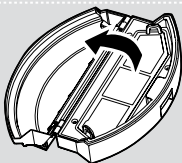

Fig. 19
3. Fjern alle filterkomponentene og rengjør dem separat. Monteringen skjer i revers rekkefølge. **[Fig. 19,20]**